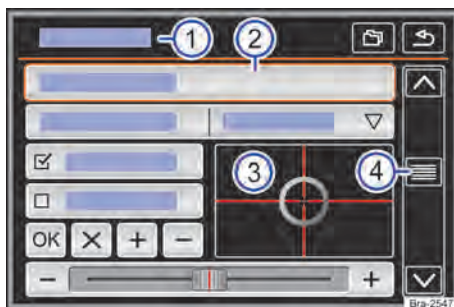

Fig. 115 Representação esquemática: vista geral das possíveis superfícies de função no display.
O aparelho está equipado com um touchscreen (tela de toque) → Fig. 115 ③.
As superfícies de função iniciam funções ou abrem outros submenus. Em submenus é indicado, na linha do título, o menu atualmente selecionado → Fig. 115 ①.